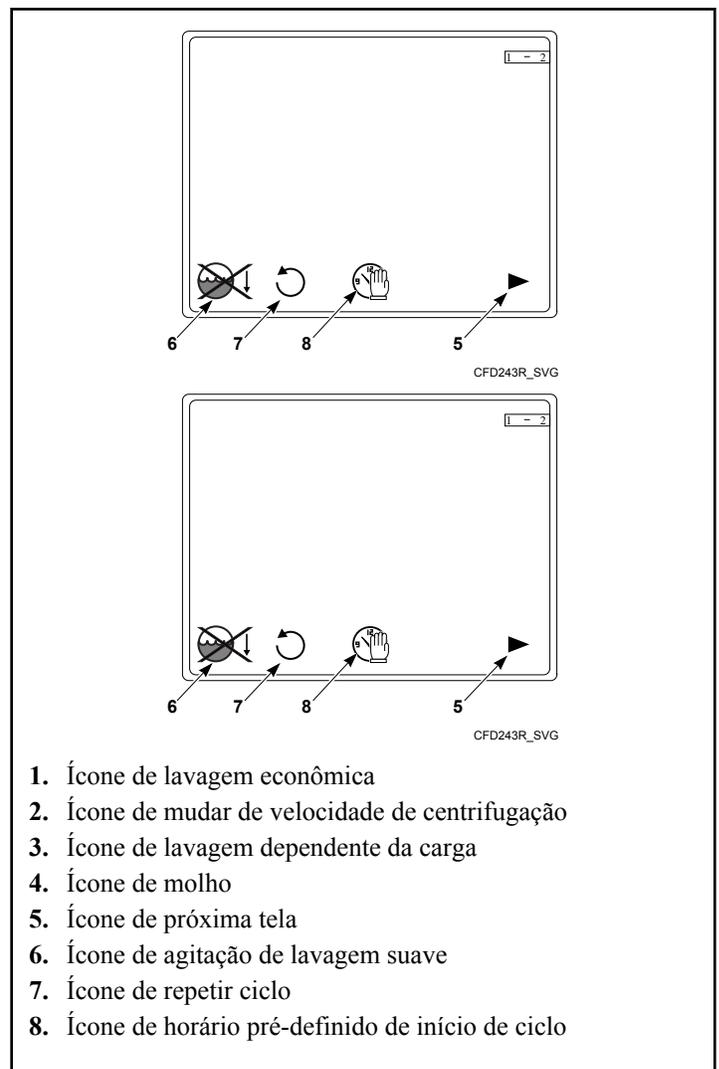
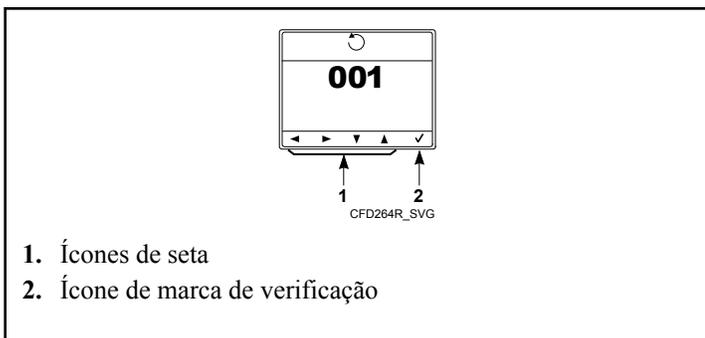

Figura 20
Figura 38
É exibido o Menu Funções. Consulte a *Figura 20*.
1. Aperte a tecla debaixo do ícone Lavagem dependente da carga. Consulte a *Figura 20* . Aparece o ícone Lavagem dependente da carga. Consulte a *Figura 27* .
1. Aperte a tecla debaixo do ícone de Molho. Consulte a *Figura 20* . Aparece a tela de Molho. Consulte a *Figura 32* .
6. Para modificar o tempo de molho, aperte a tecla debaixo do ícone de tempo de molho. Consulte a *Figura 20* . Aparece a tela de tempo de molho. Consulte a *Figura 35* .
1. Aperte a tecla debaixo do ícone Agitação de lavagem suave. Consulte a *Figura 20* . Quando a opção estiver desligada, aparecerá um "X" acima do ícone. Quando a opção estiver ligada, não haverá nenhum "X" acima do ícone. Consulte a *Figura 36* .
1. Aperte a tecla debaixo do ícone Repetir ciclo. Consulte a *Figura 20* . Aparece a tela Repetir ciclo. Consulte a *Figura 38* .
2. Aperte as teclas debaixo dos ícones de seta para ajustar o número de repetições do ciclo. Consulte a *Figura 38* . Aperte as teclas debaixo dos ícones de seta para esquerda e para direita para selecionar um número. Aperte as teclas debaixo dos ícones de seta para cima e para baixo para ajustar o número selecionado.
3. Aperte a tecla debaixo do ícone de marca de verificação para confirmar a modificação do número de repetições do ciclo.. Consulte a *Figura 38* .